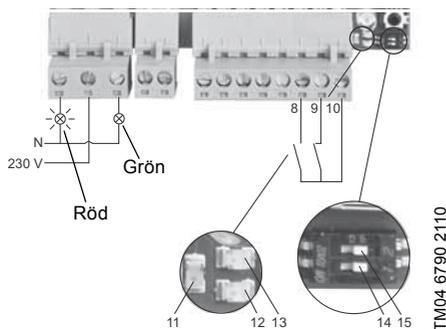

Fig. 10 Detektering av brändning
Se fig. 10.
Den gröna indikeringslampan för normal drift är släckt. Indikeringslampa 1 (pos. 11) blinkar. Antalet blinkningar anger det aktuella larmet. Se avsnitt 7.1.1 *Systemlarm och -varningar* och fig. 10.